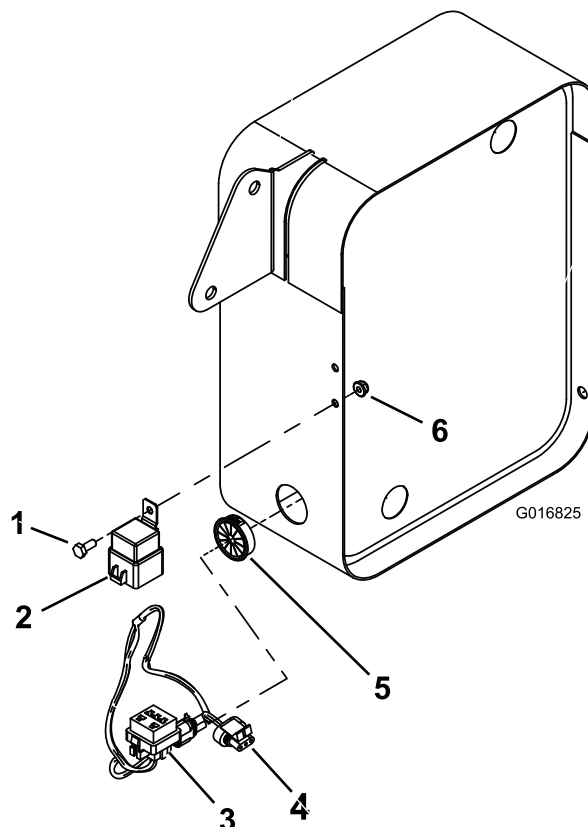

Figura 3
2. Desenchufe el puente del extremo del arnés de cables, y monte el relé en el lateral del soporte del enfriador de aceite con un perno de cabeza hexagonal (1/4 x 5/8 pulgada) y una tuerca hexagonal con arandela prensada (1/4 pulgada) (Figura 3).
3. Introduzca el casquillo en el orificio lateral inferior del enfriador de aceite (Figura 3).